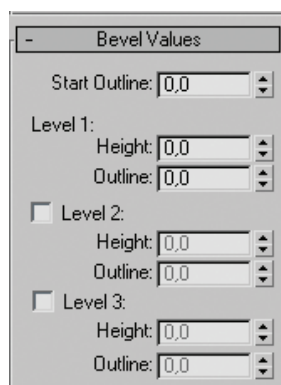

Рис. 3.47. Нижняя часть свитка параметров **Bevel**
2. Примените модификатор **Bevel**. Появится соответствующий свиток параметров (рис. 3.47).